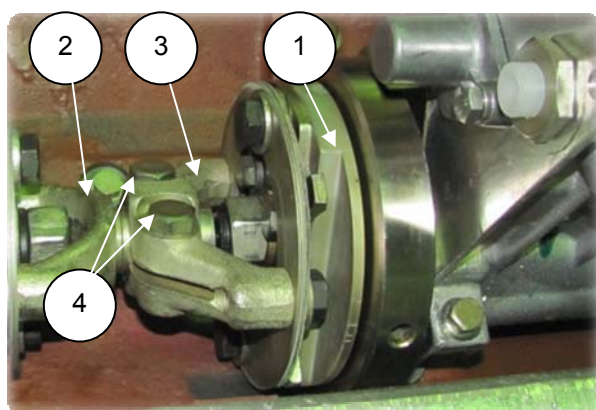

Рис. 6.38
3. Установить полумуфту ведомую (840.1029286-10) на ТНВД, метка 1/12 и метка без цифр должны быть вверху. Собрать 4 болта М10 с шайбами, установить фланец (1) (840.1029288-10) ведомой полумуфты на ТНВД, совместить отверстия, завернуть болты на 2-3 нитки от руки (рис. 6.38);
5. Запрессовать шпонку 8×7×32 в полумуфту (2) ведущую с пластинами (840.1029260-10);
6. Соединить полумуфту ведущую с фланцем ведущей полумуфты (3) (840.1029262-10) передней. Цилиндрическая часть полумуфты должна войти в отверстие фланца;
7. Собрать 2 болта М12 с шайбами, установить подсобранную полумуфту с фланцем на топливный насос так, чтобы головки болтов (4) на фланце ведущей полумуфты находились сверху, завернуть болты на 2-3 нитки от руки (рис. 6.38).
6. Сдвинуть ведущую полумуфту к фланцу ведущей полумуфты, повернуть вал коленчатый в удобное положение, завернуть 2 болта М12 (4) (рис. 6.38) с шайбами крепления переднего фланца на 2-3 нитки от руки;